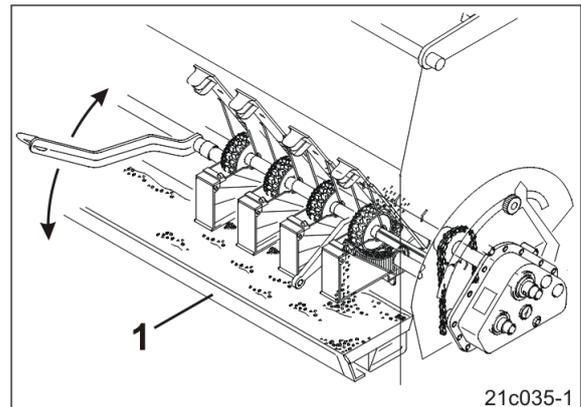

Fig. 211
6. Die Abdrehmulden (Fig. 211/1) auf die Trichterschiene stellen, siehe Kap. „Abdrehmulden auf die Trichterschiene stellen“, Seite 129.